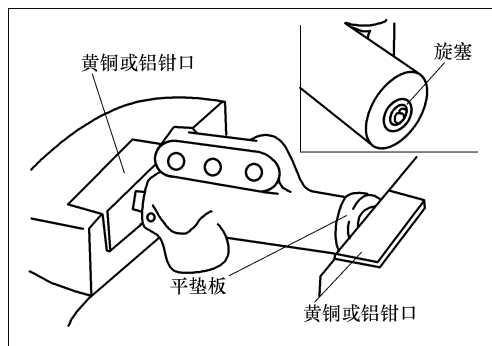

图 2-28 用带有软钳口的台虎钳夹紧自动张紧器
⑤ 如果杆位移量比在测量的数值小 1mm 以上 (标准值: $\leq 1\text{mm}$), 应更换自动张紧器。
⑥ 如图 2-28 所示, 用带有软钳口的台虎钳夹紧自动张紧器。